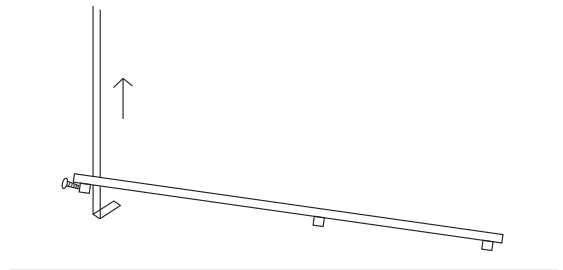

Figure 1
- Déballez délicatement le luminaire. Poser le disque en métal sur le sol. Soulever la base au niveau de l'encoche. Glisser la base de la tige jusqu'au bout de l'encoche en la tenant verticalement (figure 1)